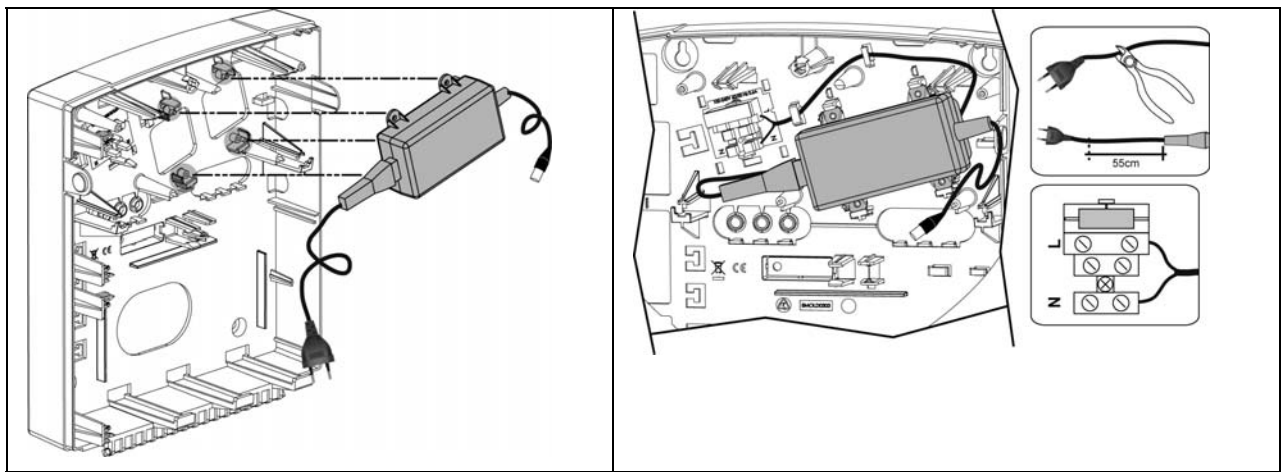

Figura 2-3 Colocación del adaptador CA con el fusible de red
1. La conexión a la CA debe ser permanente y conectada a través del terminal principal de conexión de fusibles de red (Ver Figura 2-3 a continuación):